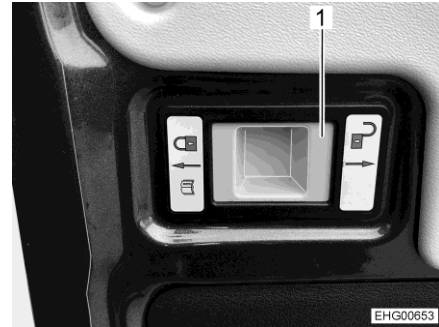

Bild 11 Handtag för att frigöra begränsningen
- Tryck handtaget (Bild 11,1) åt höger ("öppet lås"-symbol), håll i bakluckan och öppna den försiktigt ytterligare.
- ▷ När de bakre dörrarna stängs igen, begränsa öppningsvinkeln igen. För att göra detta, tryck handtaget (Bild 11,1) åt vänster ("låst lås"-symbol).